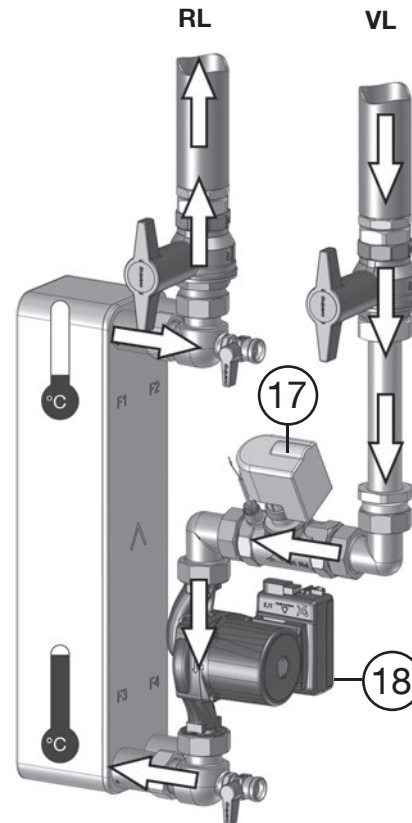
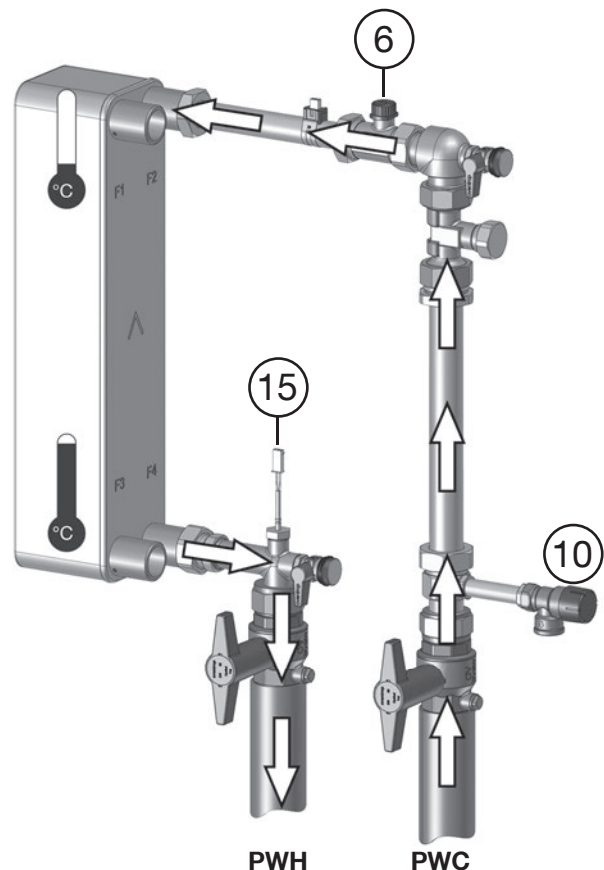

Abb. 3.2: Speicherseite mit Vorlauf (VL) vom und Rücklauf (RL) zum Pufferspeicher
Abb. 3.3: Trinkwasserseite mit Heißwasser-Bereitstellung (PWH) und Kaltwasseranschluss (PWC)
Bei einer vorgegebenen Trinkwasser-Temperatur von 60 °C und einer Speichertemperatur von 80 °C kann die Ausschüttung von warmem Trinkwasser zwischen 1 und 80 l/min betragen. Dessen Bereitstellung wird realisiert, indem der Regler (Abb. 3.1 auf Seite 9, Pos. 1) die Umwälzpumpe (Abb. 3.2, Pos. 18) auf eine (variable) Drehzahl regelt, um Heizwasser aus dem angeschlossenen Pufferspeicher bedarfsgerecht in den Wärmeübertrager einzuleiten. Auf Basis der von den Sensoren 6 und 15 (Abb. 3.3) erfassten Ist-Werte für den Volumenstrom und die Temperatur (des Trinkwassers) errechnet der Regler die zur Erreichung der gewünschten Trinkwassertemperatur notwendige Pumpendrehzahl und stellt ggf. das Drosselventil (s.u.).
i Die Station ermöglicht eine bedarfsgerechte Wärmebereitstellung auch bei sehr niedrigem Trinkwasserverbrauch. Durch das in den Speicherkreis integrierte **Drosselventil** (Abb. 3.2, Pos. 17) wird die Mindestförderleistung der Umwälzpumpe (18) nochmals reduziert. Es schließt sich ab einer Zapfmenge von rund 20 l/min.